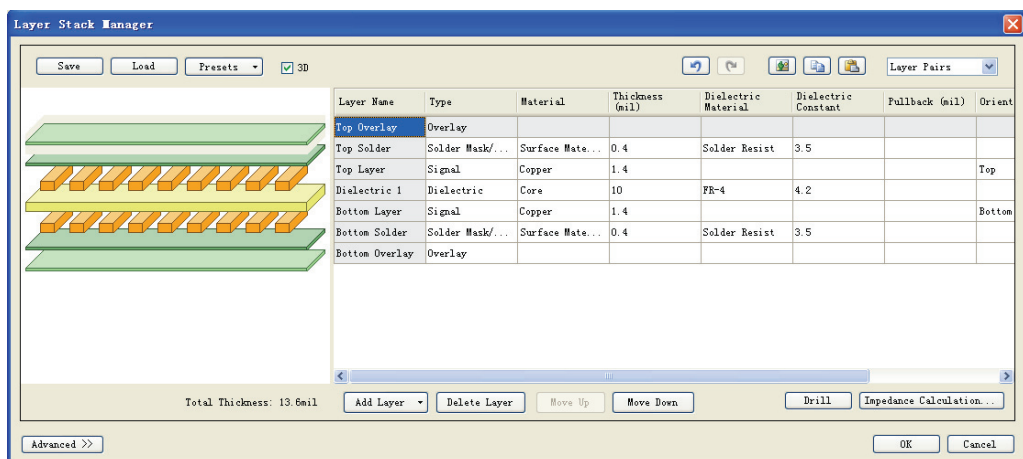

图 11-56 板层管理器对话框
(1) 在接触式防盗报警电路 PCB 编辑过程中，在图 11-26 的基础上，执行菜单命令【Design】→【Layer Stack Manager...】，即可启动板层管理器，如图 11-56 所示。